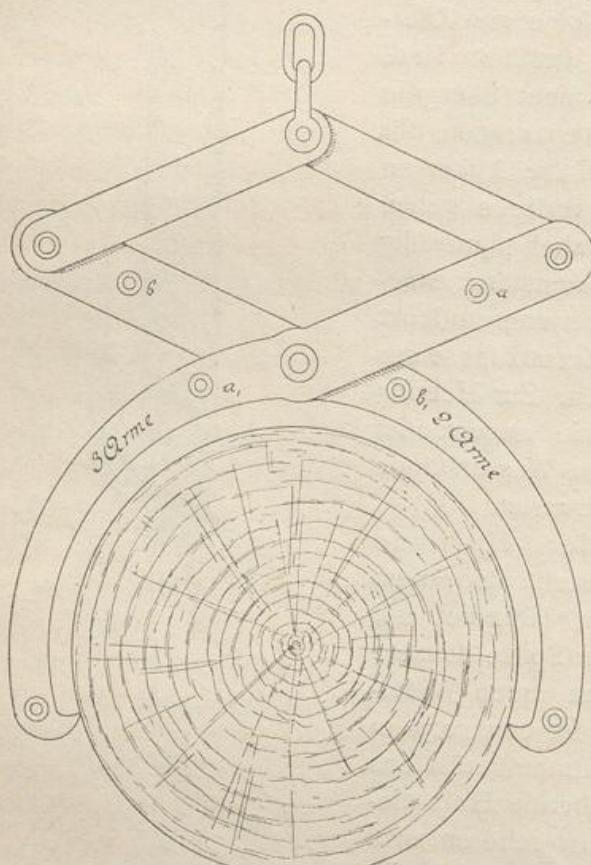

Abb. 286.
b) **Hebung mit der Zange** (Abb. 286). Mit der Zange können Baumstämme bis zu 1 m Durchmesser gehoben werden. Die Zange